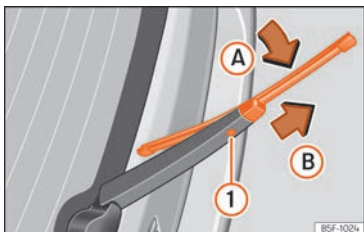

Abb. 85 Scheibenwischerblatt der Heckscheibe auswechseln.
- Wischerblatt leicht drehen »» Abb. 85 [Pfeil A]).
- Die Entriegelungstaste ❶ gedrückt halten und gleichzeitig das Scheibenwischerblatt in Pfeilrichtung B abziehen.
- Neues Heckscheibenwischerblatt **gleicher Länge und Ausführung** auf den Scheibenwischerarm entgegen der Pfeilrichtung B schieben, bis der Mechanismus ❶ einrastet.